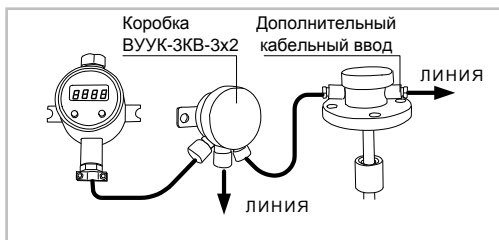

Рисунок 3
- «внешней» системе измерительной «СЕНС», для чего используются дополнительные кабельный ввод преобразователя или коробка ВУУК (рисунок 3). При этом, «локальная» и «внешняя» системы объединяются в одну систему. Преобразователи будут питаться от внешней линии, а сигнализатор - от встроенной батарейки;